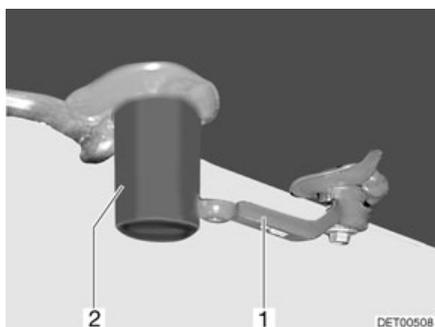

Fig. 161 Bec d'écoulement des eaux usées et robinet de vidange
- Placer un récipient approprié sous le bec d'écoulement d'eau (Fig. 161,2) ou le véhicule avec le bec d'écoulement au-dessus d'un point d'élimination spécialement prévu à cet effet.
- Ouvrir le robinet de vidange (Fig. 161,1). Les eaux usées s'écoulent.